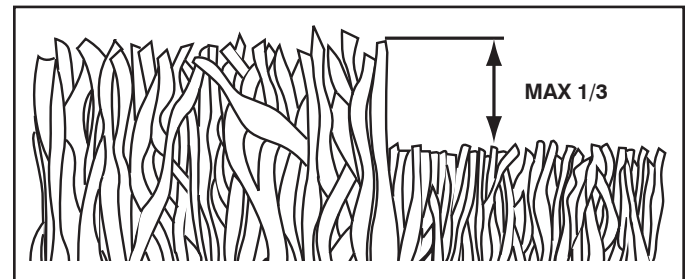

FIG. 10
- Para obtener los mejores resultados, ajuste la altura del corte de la segadora de modo que ésta corte solamente el tercio superior de las hojas de césped. En el caso de que el césped haya crecido demasiado, puede ser necesario el elevar la altura del corte para reducir el esfuerzo necesario para empujar la segadora y para evitar sobrecargar el motor, dejando montones de recortes de césped. Para un césped muy pesado, reduzca el ancho del corte pasando por encima del lugar anteriormente cortado y siegue lentamente (vea Fig. 10).